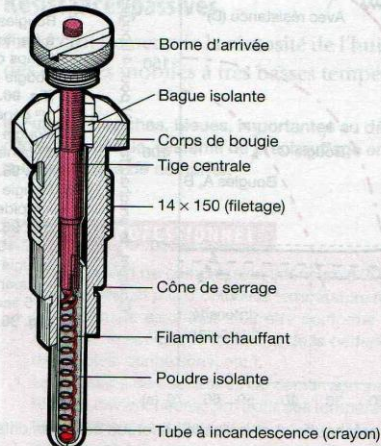
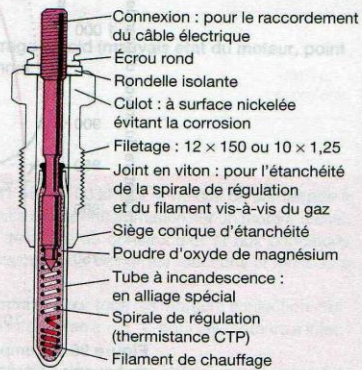
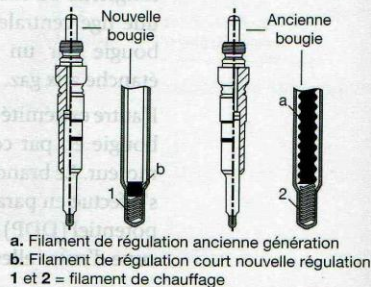

Figure 96.3. Bougie « crayon » Bosch, ancienne exécution
Figure 96.4. Bougie « crayon » Bosch, nouvelle génération, à chauffage rapide, type « R » (5 à 8 s à 0 °C) (en haut, nouvelle génération Duraterm) (Doc. Bosch)
Figure 96.6. Comparaison de la technologie des bougies de préchauffage Bérù au niveau du filament de régulation
- B. Bougie unipolaire type « crayon » (fig. 96.1 et fig. 96.3) ; 1re génération (= 1 min).
- D. Bougie unipolaire type « crayon » « rapide » à filament de régulation (fig. 96.1 et fig. 96.4) (= 7-10 secondes).
- E. Bougie unipolaire type « crayon » « super rapide » à régulation (2-5 secondes) (fig. 96.1, fig. 96.4 et fig. 96.6).
Destinée aux *chambres de turbulence*, elle est maintenant plus petite que la bougie à filament. L'évolution technologique a permis, ces dernières années, de ramener la durée de mise en action d'environ 1 minute à quelques secondes (2 à 6 s pour une température extérieure de 0 °C). Les principales modifications ont eu lieu sur le filament chauffant, le tube crayon et, dernièrement, avec l'arrivée de la céramique (fig. 96.6). La bougie crayon ancienne version (fig. 96.3) comportait un filament de chauffage enrobé dans de l'oxyde de magnésium (temps de chauffage, environ 1 minute) (fig. 96.1 courbe B). Le nickel employé comme matériau du filament chauffant, permet avec son effet de régulation, de réduire le temps de *préchauffage* à environ 20-30 s (2e génération) (fig. 96.1 courbe C).
Le filament se compose de deux parties : le filament chauffant et la résistance de régulation (thermistance CTP = coefficient de température positif) (fig. 96.4 à 96.6).